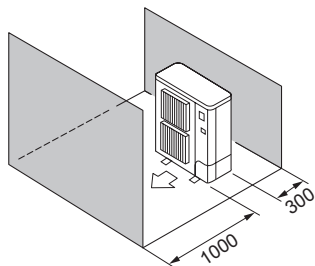

Fig. 2-10
- ⑤ Obstacole numai în față și în spate (Fig. 2-10)